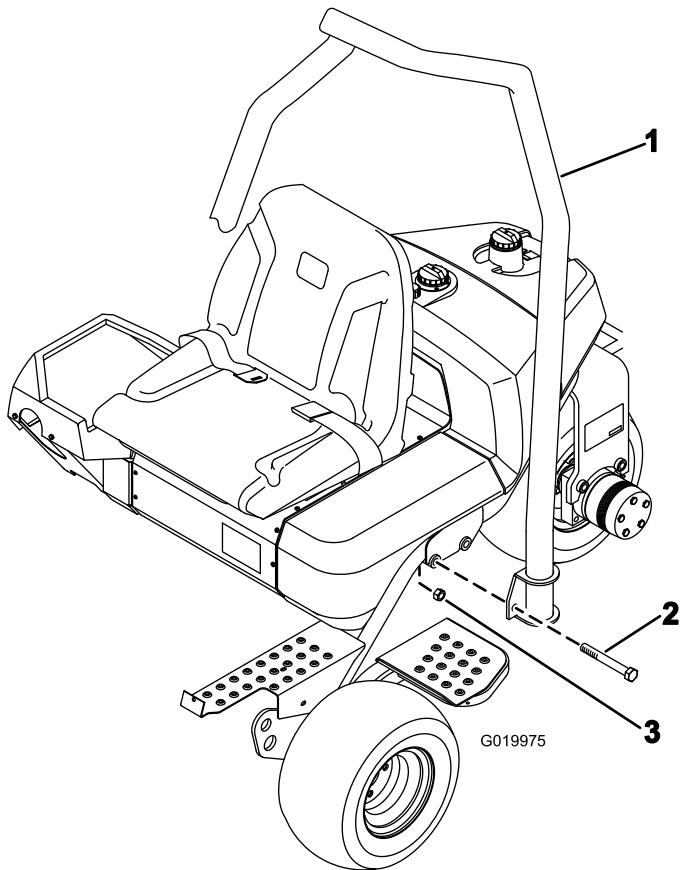

Bild 7
1. Positionieren Sie den Überrollschatz so, dass das Rohr oben zur Vorderseite der Maschine gekrümmmt ist (Bild 7).
2. Senken Sie den Überrollschutz auf den Rahmen und fluchten ihn mit den Befestigungslöchern aus (**Bild 7**).
3. Befestigen Sie jede Seite des Überrollschutzes mit zwei Schrauben (5/8" x 4 1/2") und Sicherungsmuttern am Rahmen, wie in **Bild 7** dargestellt. Ziehen Sie diese auf ein Drehmoment von 183 bis 223 N·m fest.